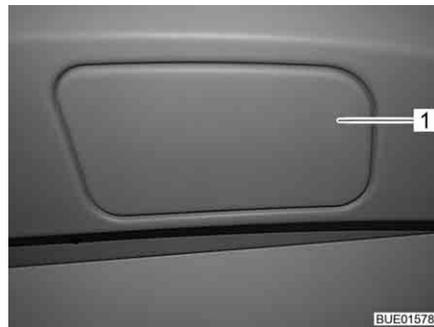
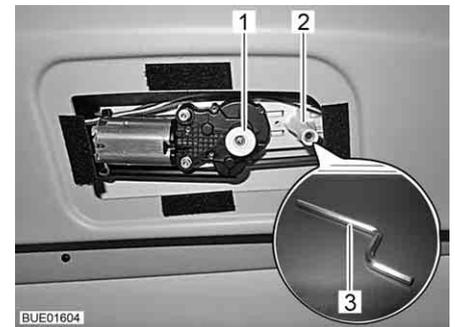

Fig. 35 Tapa del desbloqueo de emergencia
Fig. 36 Desbloqueo de emergencia del oscurecedor de la luna delantera
- Utilizando un objeto plano (p. ej. una moneda), levantar la tapa (Fig. 35,1) del desbloqueo de emergencia en el techo de la cabina del conductor.
- Insertar el brazo largo de la llave hexagonal entregada (Fig. 36,3) en el alojamiento (Fig. 36,2).
- Pulsar el botón (Fig. 36,1).
- Extraer el botón (Fig. 36,1) e instalar la cubierta (Fig. 35,1).